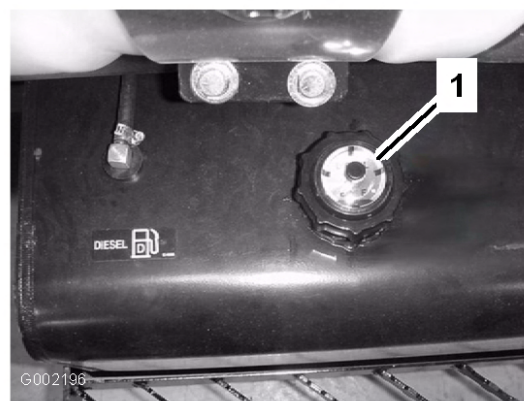

図 18
3. 燃料タンクのキャップ(図 18)の周囲をきれいに拭く。